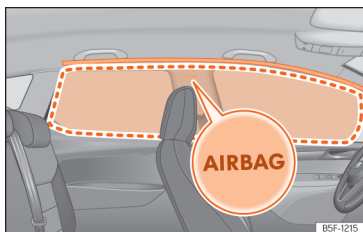

Fig. 34 Amplasarea și zona de acțiune a airbagului pentru protecția capului.
Airbagurile pentru protecția capului se află în ambele părți ale habitaculului, deasupra ușilor >>> **fig. 34** iar amplasarea lor este indicată prin cuvântul „AIRBAG”.
Zona în chenar este acoperită de airbagul pentru protecția capului, atunci când acesta este declanșat (zona de declanșare) >>> **fig. 34**. De aceea, nu trebuie niciodată să așezați sau să instalați obiecte în această zonă >>> ⚠.
- Asigurați-vă că sunt corect așezați copii în scaunele lor și că capetele lor nu se află în zona de declanșare a airbagurilor pentru protecția capului >>> **fig. 34**, deoarece airbagurile declanșate i-ar putea lovi și le-ar putea cauza răni severe.